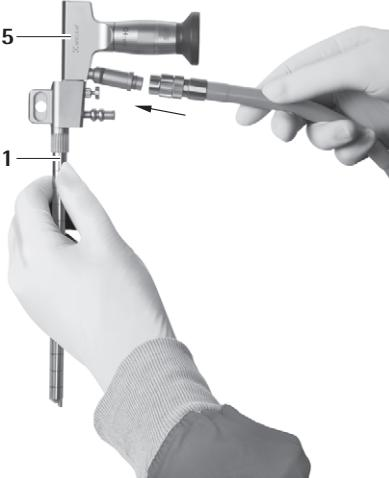

Fig. 3
- ▶ Conectați cablul optic și camera, vezi Fig. 3–5.